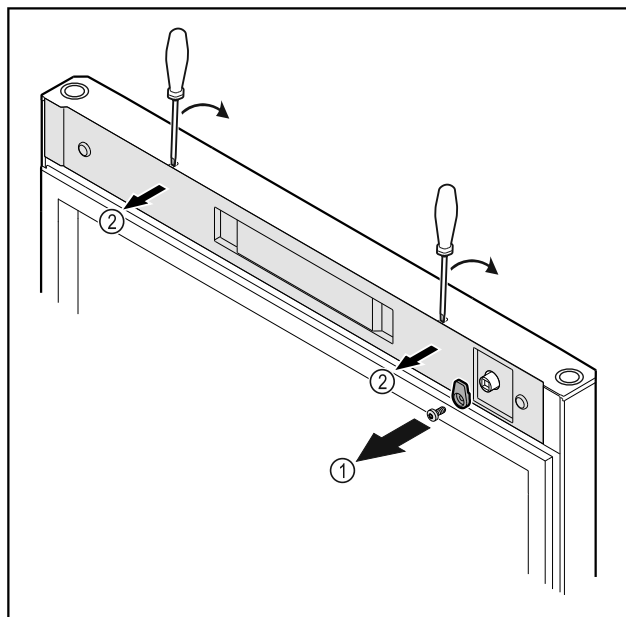

Fig. 52
- Odkręcić haczyk zamykający Fig. 52 (1).
- Ostonkę Fig. 52 (2) podważyć małym śrubokrętem i zdjąć.